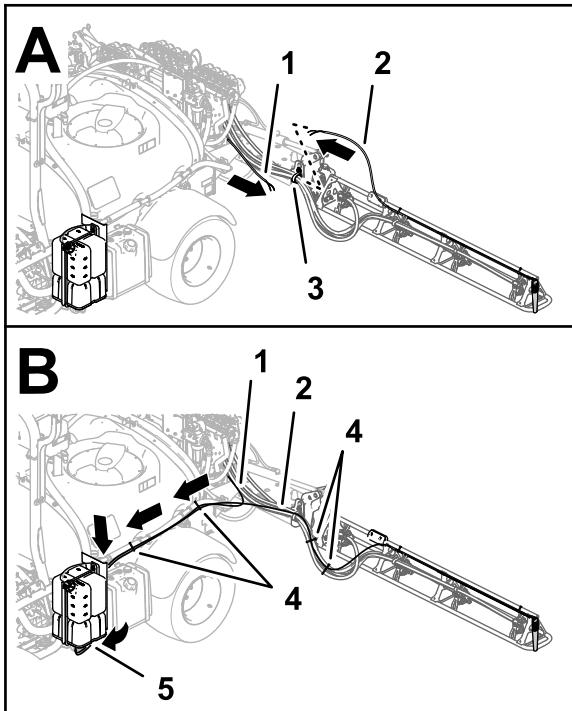

Рисунок 140
1. Проведите трубы пенообразующих насадок в левой и правой секциях опрыскивателя внутрь и через R-образный хомут рядом с шарнирным креплением каждой наружной секции опрыскивателя (Рисунок 140).
- Проложите трубы вперед, вдоль левой стороны бака опрыскивателя (Рисунок 140).
- Прикрепите трубы левой и правой насадок пенного маркера к шлангам опрыскивателя с помощью 4 кабельных стяжек, как показано на Рисунок 140.
- Прикрепите трубы левой и правой насадок пенного маркера к трубкам перемешивания с помощью 2 кабельных стяжек, как показано на Рисунок 140.
- Закрепите трубку пенного маркера на шлангах распылительных сопел двумя кабельными стяжками (Рисунок 140).